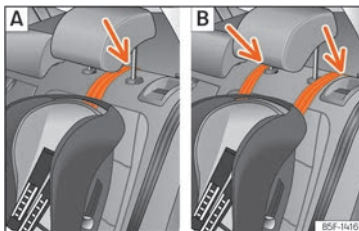
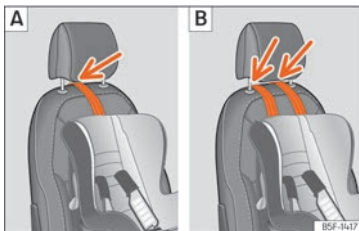

Abb. 44 Rücksitze: Einstellung und Einbau unter Verwendung des Top Tether-Gurts.
Abb. 45 Beifahrersitz: Einstellung und Einbau unter Verwendung des Top Tether-Gurts.
- Führen Sie den Gurt unter der Kopfstütze durch (in Abhängigkeit der Gebrauchsanweisungen des Kindersitzes ggf. Kopfstütze anheben oder entfernen) >>> [Abb. 44] , >>> [Abb. 45].